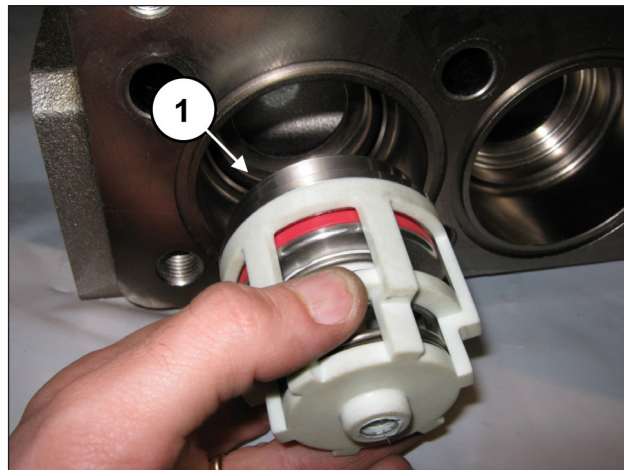

Fig. 155
Placer le groupe soupape d'aspiration (rep. ①, Fig. 155).